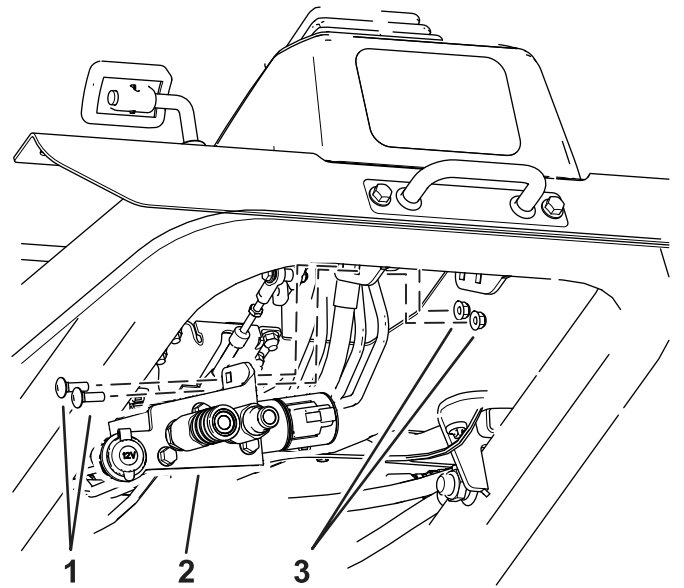

図 2
4. 図 2に示すように、キャリッジボルト5/16 x 1"2本とロックナット5/16"2個を使って、マニホールド付きブラケットをマシンに固定する。